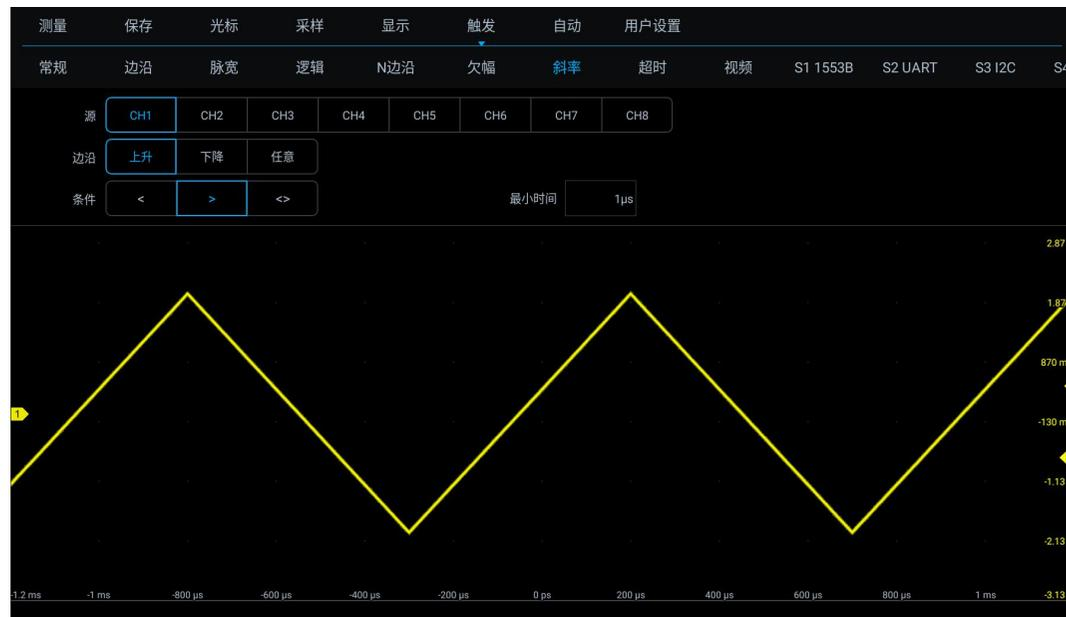

图 6-27 斜率触发设置菜单
1) 打开主菜单，轻点“触发”打开触发菜单，在触发类型中选择斜率触发，对斜率触发进行如下设置，见图 6-27：